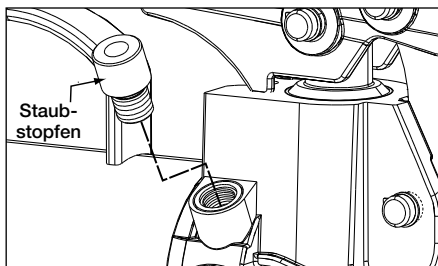

Abb. 13, Druckbegrenzungsventil (P-77, P-80, P-801 und P-84)
- Bei den Modellen P-77, P-80, P-801 und P-84 befindet sich das Druckbegrenzungsventil an der Seite des Pumpenkopfes. Siehe Abb. 13.